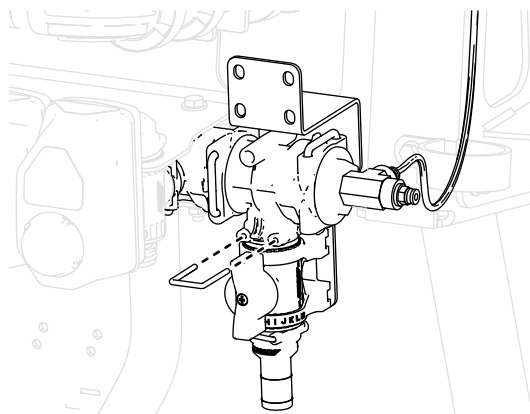

Figura 35
12. Conectai ansamblul supapei de control la colectorul în T de la capătul seciunii supapei folosind opritorul inclus (Figura 35).